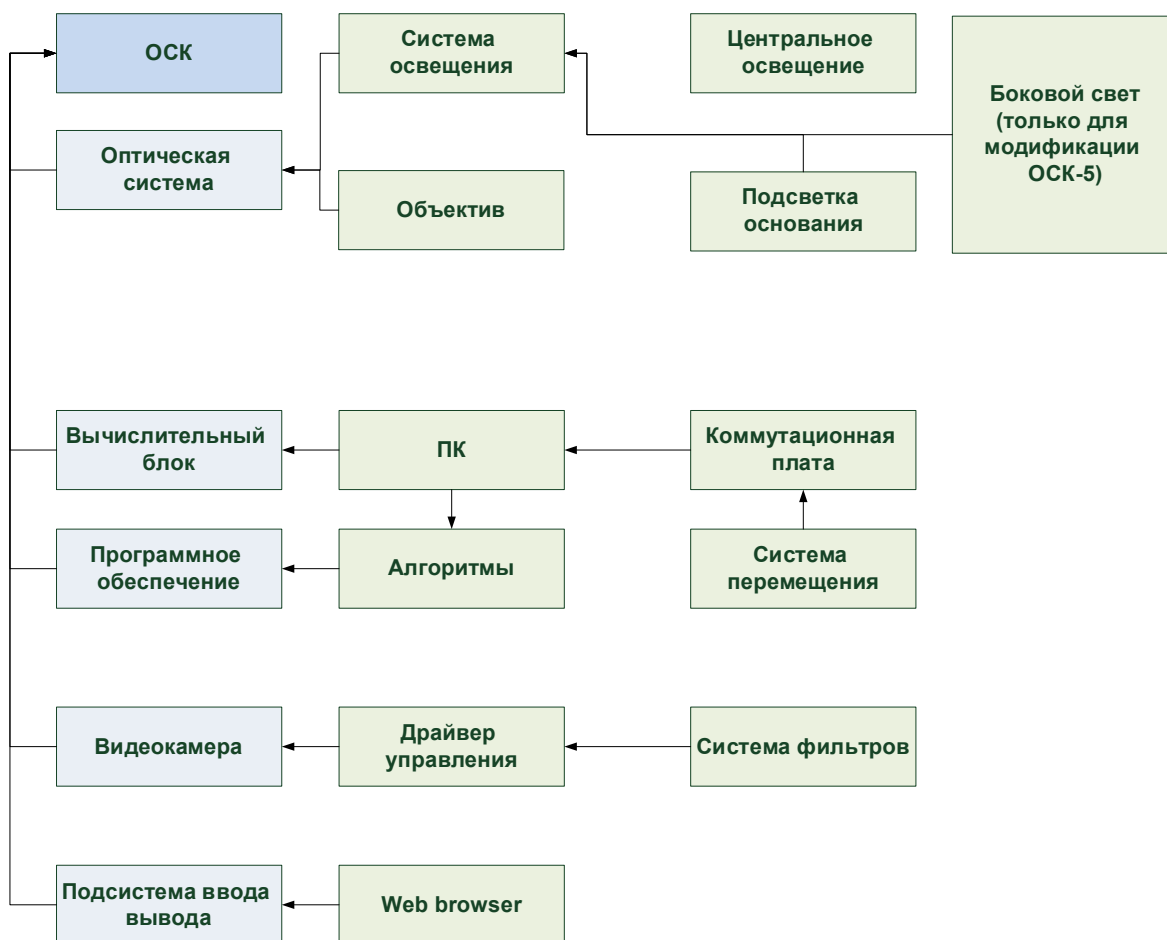

Рисунок 2 – Компоненты ОСК
1.1.4.6 Схема компонентов ОСК (см. Рисунок 2).